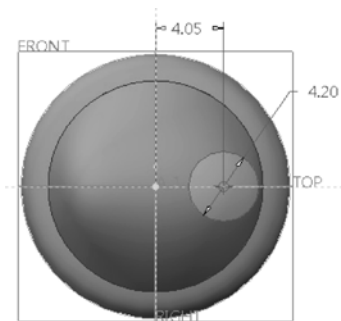

图 13-120 绘制一个圆
④ 在“边界混合”选项卡中单击“完成”按钮，从而完成边界混合曲面 1 的创建。
- 4 绘制如图 13-120 所示的一个圆，单击“确定”按钮.